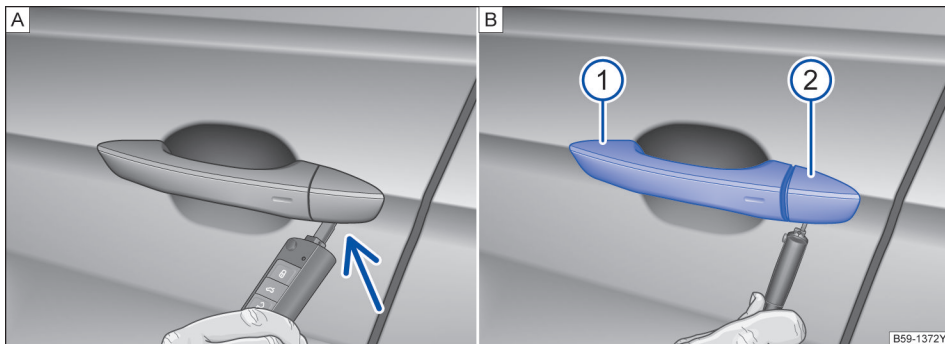

图 56 取下在驾驶员车门内车门锁的盖罩
- 拉起开门把手→图 56 [B] ①。
- 将无线遥控钥匙的钥匙头从下面插入盖罩的开口内→图 56 [B] ②。
- 转动钥匙以便松开盖罩并取下→图 56 [A]。